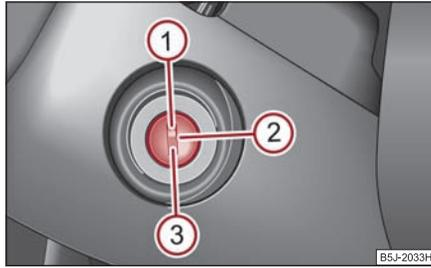

Abb. 120 Zündschlossstellungen
- Den Motor schalten Sie durch Drehen des Zündschlüssels in Stellung  aus ⇒ Seite 101, Abb. 120.